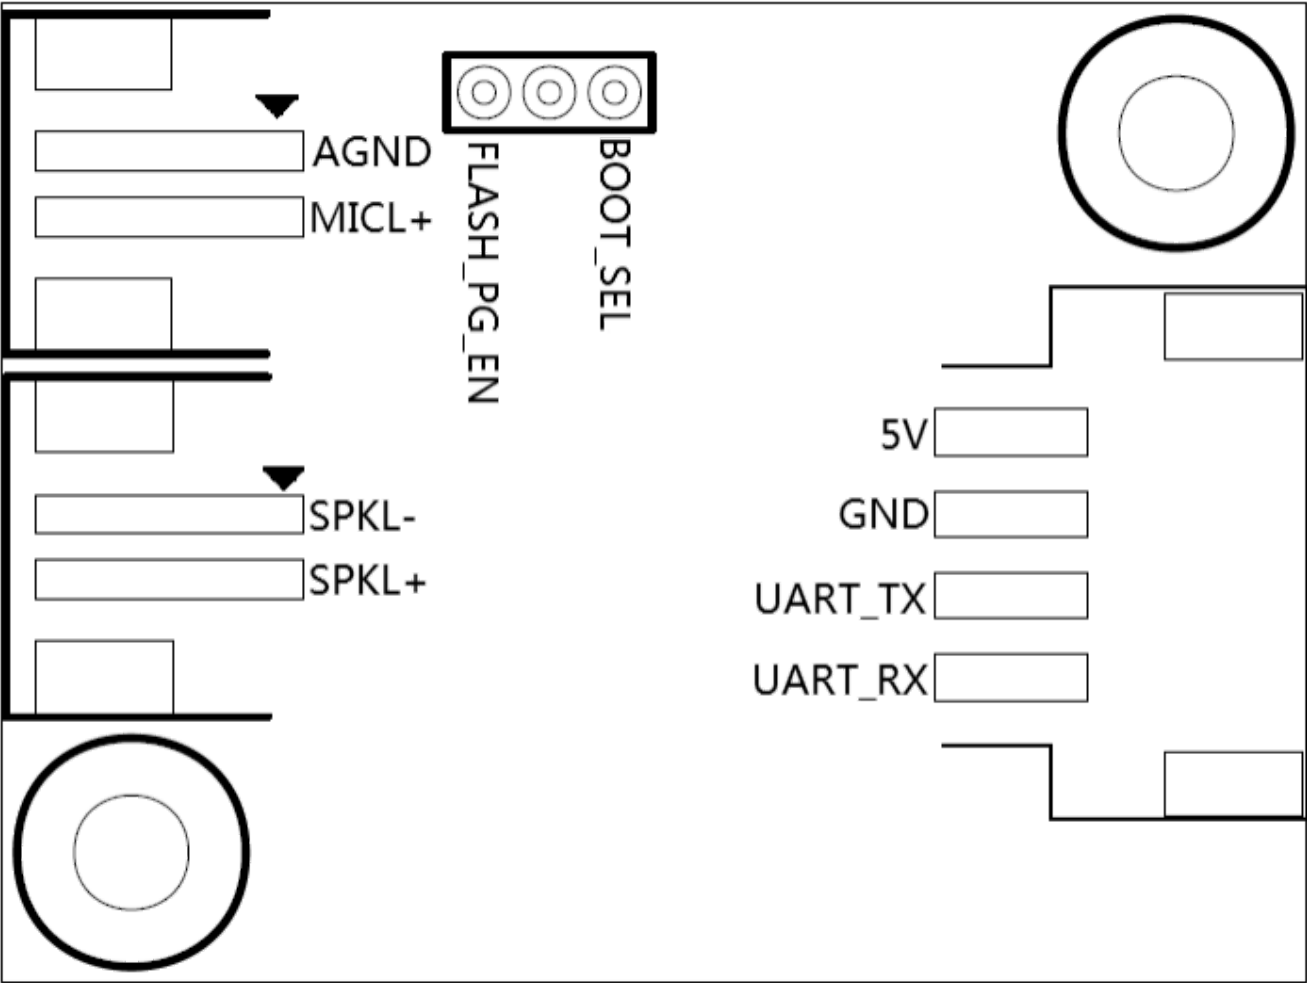

图6 模块引脚图
- 3. 四线供电和UART接口，采用2.5mm 间距母口，引脚顺序请参考图6。该接口中的UART引脚除了做串口通讯功能外，也可以配置为GP IO口。